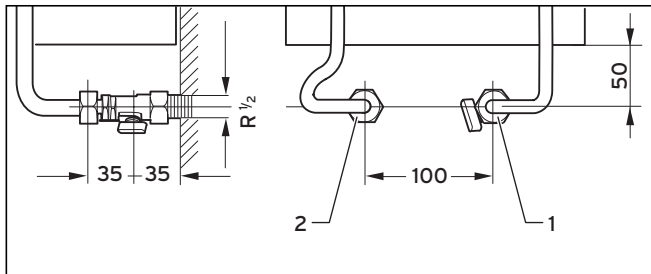

Abb. 5.8 Anschlussabmessungen Unterputz
- Legen Sie die beiliegenden Dichtungen in die Überwurfmutter des Kalt- und Warmwasser-Anschlussstückes (1, 2), siehe Abb. 5.8.